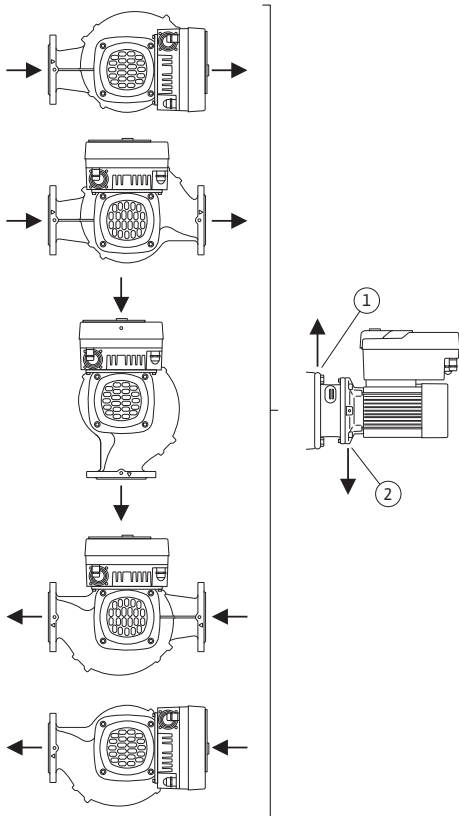

Fig. 9: Positions de montage autorisées avec arbre de moteur horizontal
La Fig. 9 illustre les positions de montage autorisées avec arbre de moteur horizontal et module électronique vers le haut (0°).
La purge de la pompe est optimale lorsque la soupape d'échappement est orientée vers le haut (Fig. 9, pos. 1).
Cette position (0°) permet d'évacuer les condensats par les perçages existants, la lanterne de pompe et le moteur (Fig. 9, pos. 2).